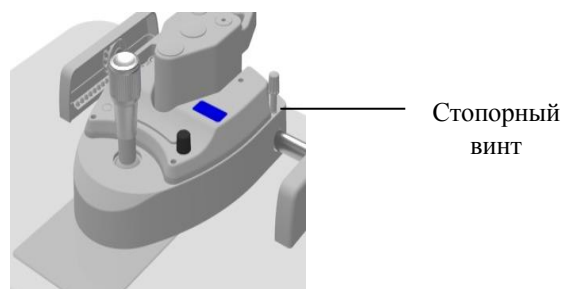

Рис. 16.8
4. Блокировка платформы. После настройки положения микроскопа затяните стопорный винт платформы (см. рис. 16.8), чтобы зафиксировать ее так, чтобы она не могла двигаться.